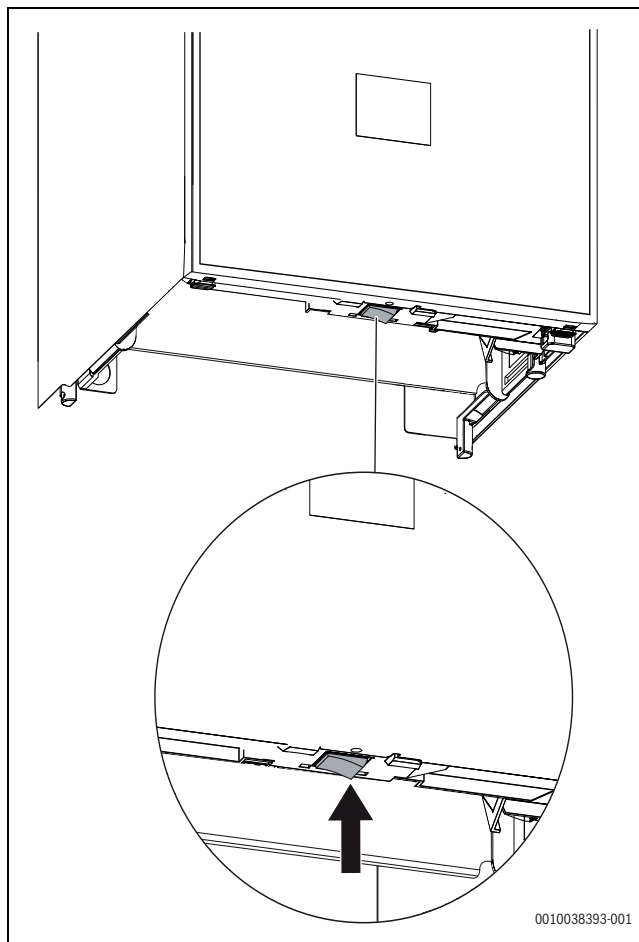

Fig. 1 Întrerupător pornire/oprire
- Opriți aparatul de la nivelul întrerupătorului de pornire/oprire (→ Fig. 1)